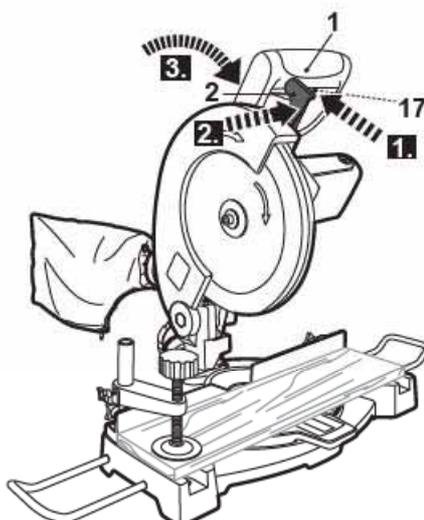

Fig. 19
- > Tenez solidement la poignée [1] et appuyez sur le bouton marche/arrêt [17] (Fig. 19, étape 1). Attendez que la lame tourne à sa vitesse maximale.
- > Appuyez sur la manette de retrait du capot [2] (Fig. 19, étape 2) et faites descendre lentement la lame dans la pièce (Fig. 19, étape 3).